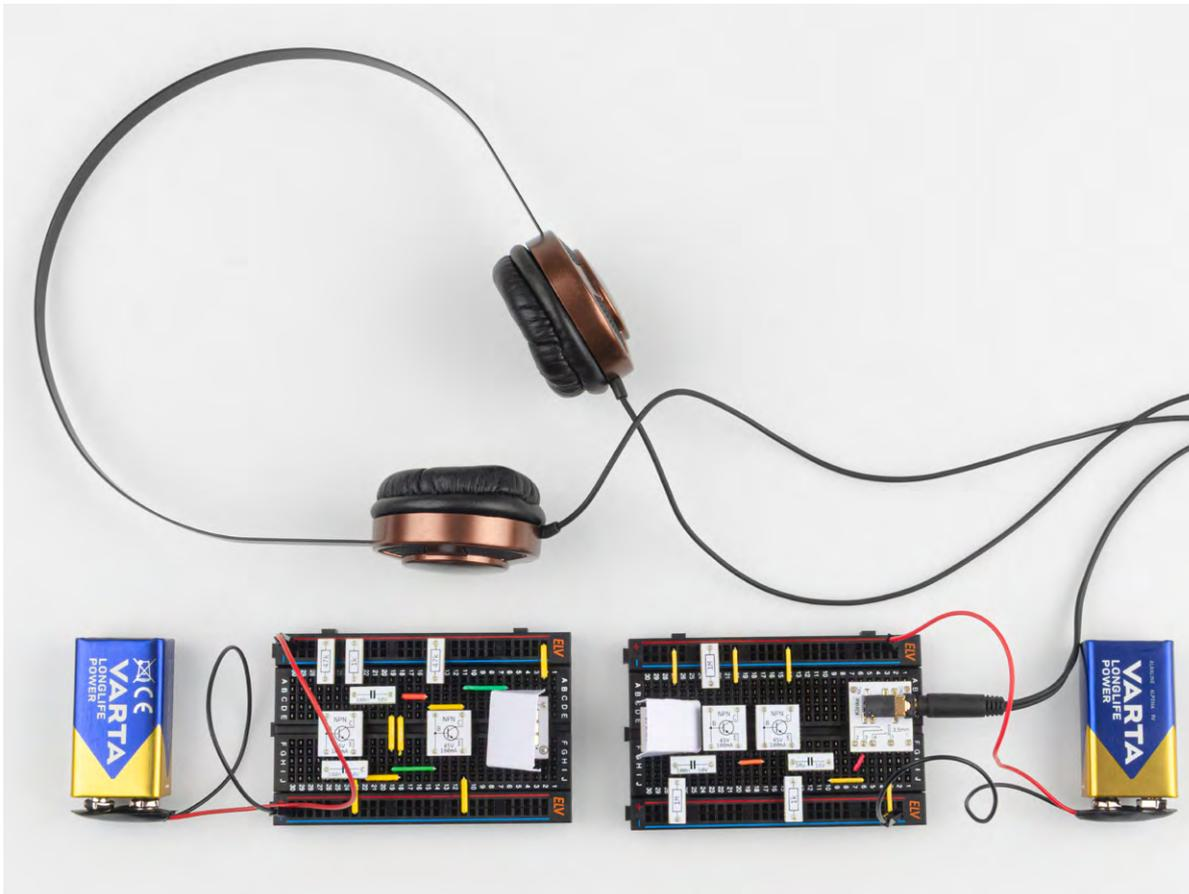

Bild 9: Gesamtaufbau zum Experiment „Optische Tonsignalübertragung“
Die LEDs und Fotodioden auf Trägerplättchen zeigen mit ihrer aktiven Seite nach oben. Mithilfe von Strahlumlenkungen kann dieses Problem jedoch einfach behoben werden. Aus weißem Karton lassen sich leicht geeignete Strahlumlenkungen herstellen. Hierzu schneidet man entsprechende Stücke aus und faltet sie in geeigneter Weise. Die so entstehenden Umlenkungen können dann über den optischen Bauelementen aufgestellt werden (Bild 9). Das funktioniert sowohl bei LED-Clustern als auch bei Fotodiodenmodulen. Weitere Details dazu finden sich im letzten Beitrag zu dieser Serie.
- Wie kann die Reichweite der Tonübertragung nach Bild 9 optimiert werden?